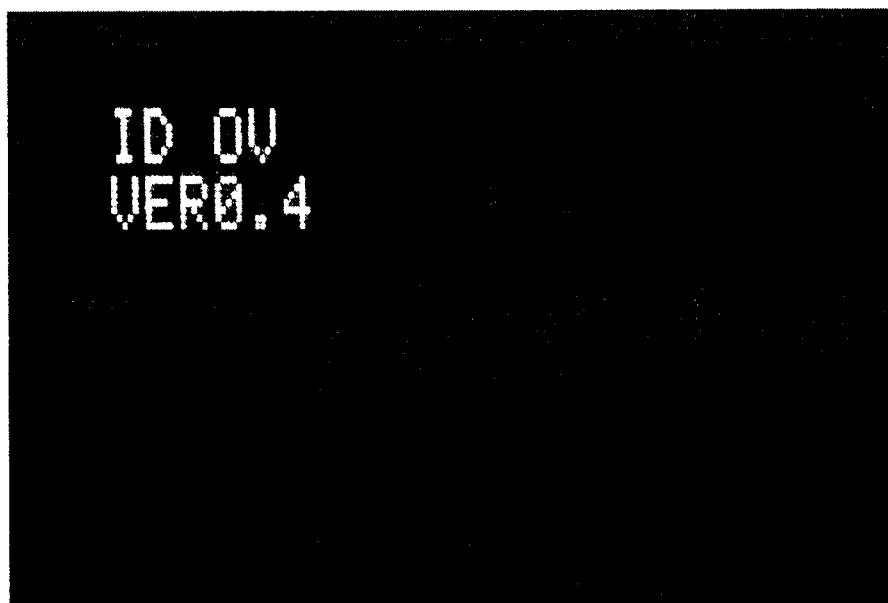

Рисунок 1 - Идентификационное наименование программного обеспечения и номер его версии.
6.4.1 Блок индикации газосигнализатора включить, как указано в 6.2.1.1. Нажать одновременно кнопки I, II и III на лицевой панели блока индикации и держать их в нажатом состоянии до появления на дисплее информации об идентификационном наименовании программного обеспечения - ID OV и номере версии программного обеспечения (рисунок 1).